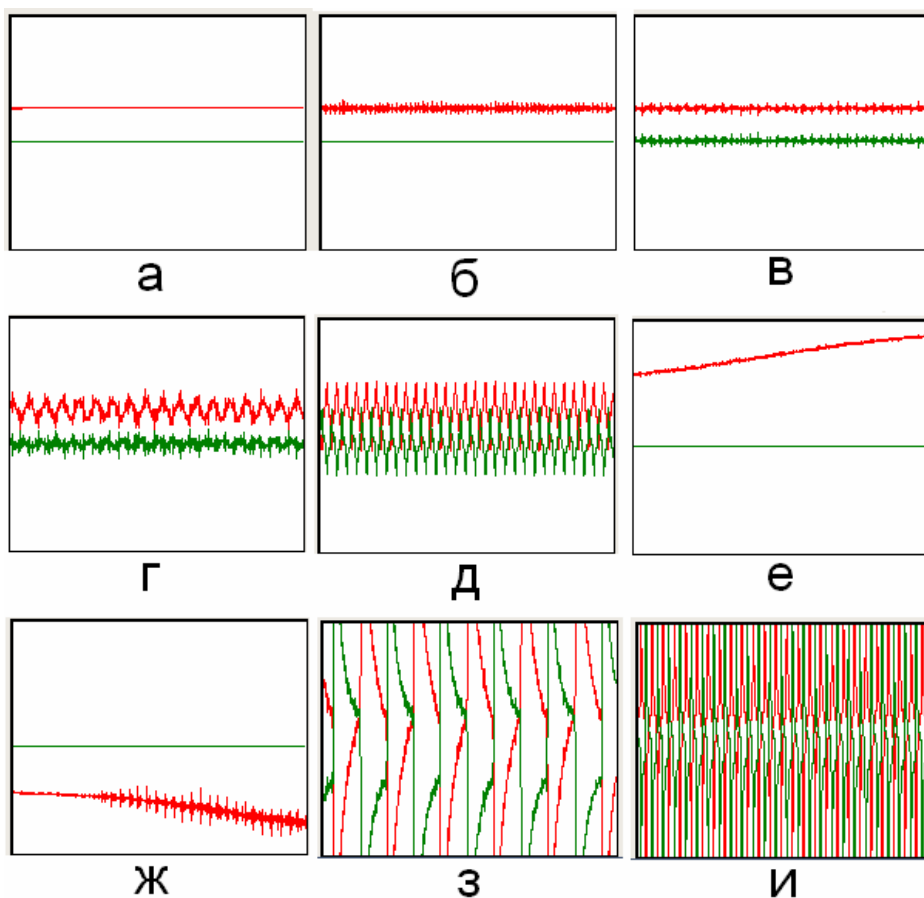

Рис. 5. возможные внешние виды осциллограмм исходных сигналов в основном окне программы при установлении сигналов:
3. Настоятельно рекомендуется отслеживать состояние входных сигналов прибора по их внешнему виду в основном окне программы: во время установления постоянного тока – до перехода к измерению спектра импеданса (при этом прибор не прикладывает к исследуемому образцу переменного сигнала) сигналы тока и напряжения должны представлять собой прямые линии с минимально возможными помехами. Наличие возбуждения будет проявлять себя как синусоидальный или другой периодический сигнал с большой амплитудой (во время установления постоянного тока программа масштабирует диаграмму отображения исходных сигналов на максимумы по напряжению-потенциалу и выбранному диапазону тока) см. рис. 5 – дополнения.